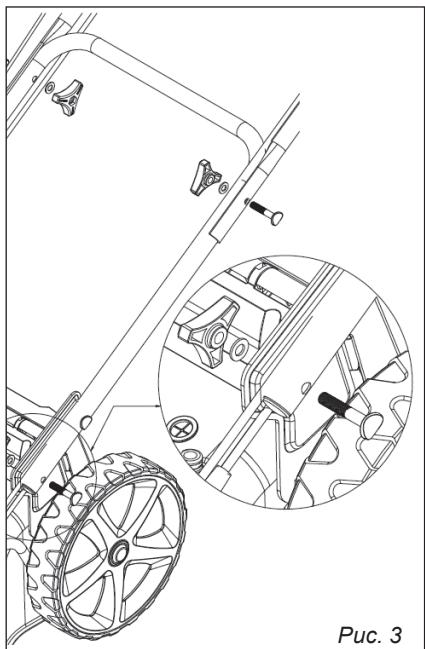

Рис. 3
2. Закрепите с помощью винтов кронштейн рукоятки (*рис. 3*).